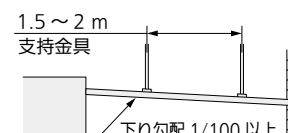

図 9
- 下り勾配は（排水側を下に）1/100 以上とってください。（図 9）